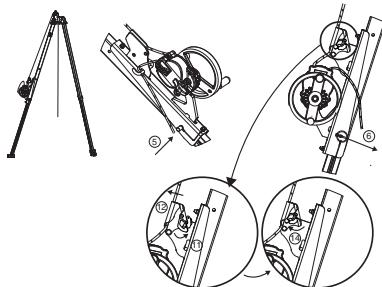

Fig. 9
**BELANGRIJK:** Let op de montagerichting: de blokkeerinrichting van de steng dient naar de bovenkant van de TRACPODE-drievoot gericht te zijn (fig. 9).
5. Plaats de verankerbroche van de console van het DEROPE™-toestel UP R. Deze verankerbroche heeft twee functies: vergrendelen van de poot van de TRACPODE-drievoot en verankerken van de console van het DEROPE™-toestel UP R op deze poot (fig. 9, 5).
6. Vergrendelen van de verankerbroche door de clipstift (fig. 9, 6).
11. Open de kleminrichting van de steng van de console (fig. 9, 11).
12. Plaats de steng die uit het DEROPE™-toestel stekt in de kleminrichting van de steng van de console (fig. 9, 12).
14. Sluit de kleminrichting van de steng (fig. 9, 14).